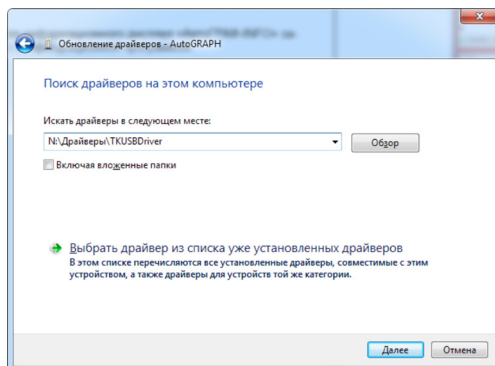
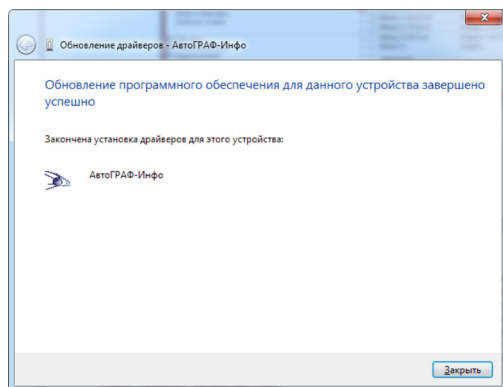

Рис.36. Путь к папке с драйверами.
Рис.37. Завершение установки драйверов.
- После успешной установки драйверов система автоматически определит подключенное устройство (Рис.36, Рис.37).